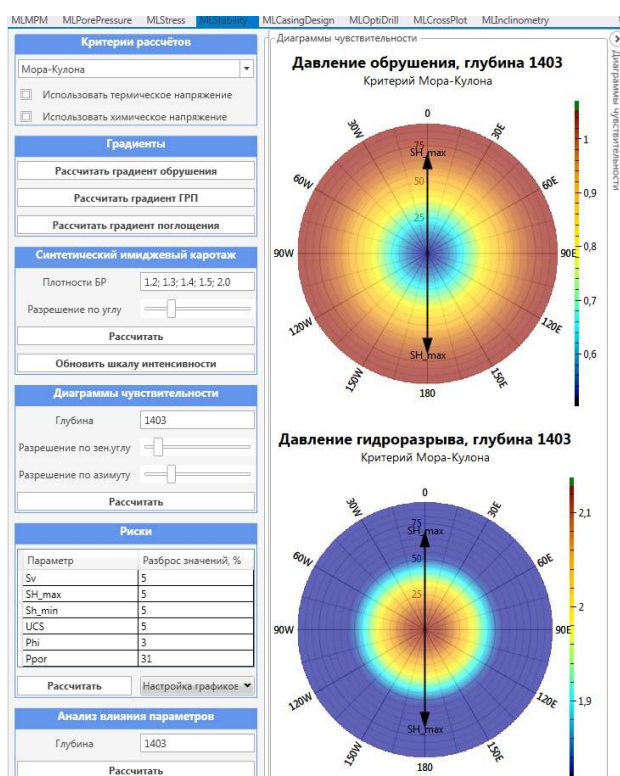

Рисунок 52 Модуль MLStability. Диаграммы чувствительности
3. Диаграммы чувствительности. Пользователь выбирает глубину и детализацию расчёта по зенитному углу и азимуту. Далее запускается алгоритм анализа чувствительности ствола стенок скважины (Рисунок 52). Данный расчет позволяет спрогнозировать изменения градиентов ГРП и обрушения в зависимости от изменения азимута и наклона скважины относительно направлений основных напряжений.